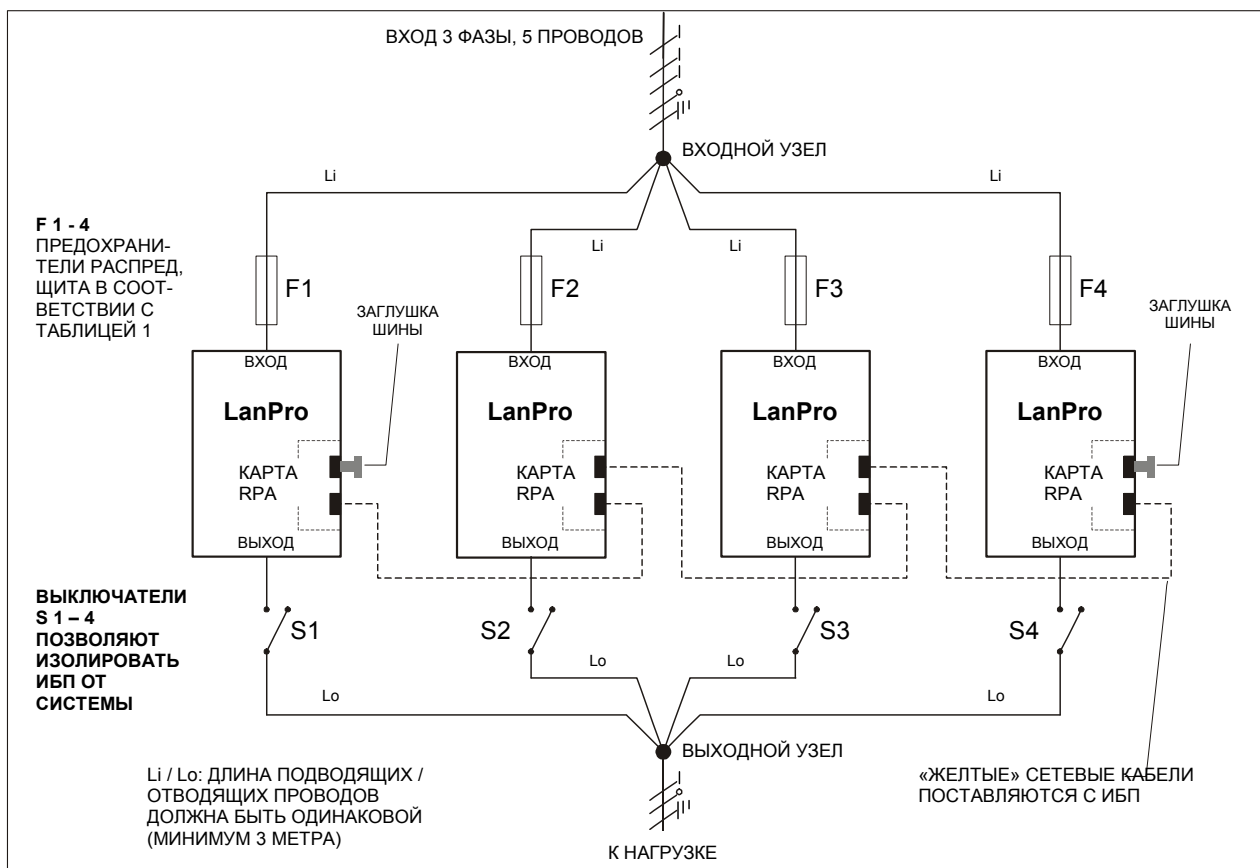

Рис. 10. Установка параллельных ИБП LP 31T.
2. Все выходы питания нагрузки должны быть соединены между собой. Рекомендуется устанавливать выключатели (S 1-4, рис.10) на выходных кабелях, чтобы можно было изолировать ИБП от системы, в случае необходимости проведения ремонта или обслуживания. После объединения выходных кабелей рекомендуется установить УЗО.
4. Длина всех входных кабелей между точкой входного соединения (Li, рис. 10) и входами ИБП должна быть равной. То же самое касается кабелей от выхода ИБП до точки соединения на выходе (Lo, рис. 10). Минимальная длина входных и выходных кабелей равна 3 метрам.
7. Соедините карты RPA ИБП между собой при помощи сетевого кабеля, поставляемого вместе с ИБП. См. рисунок 10 (пунктирная линия). Используйте только кабели поставляемые вместе с ИБП! Шинные заглушки поставляются вместе с ИБП для первого и последнего ИБП (в случае использования только одного разъема RPA).
2. Выньте входной предохранитель этого ИБП (F1-4, рисунок 10).
3. Отсоедините выход ИБП от точки соединения на выходе (S1-4, рисунок 10).